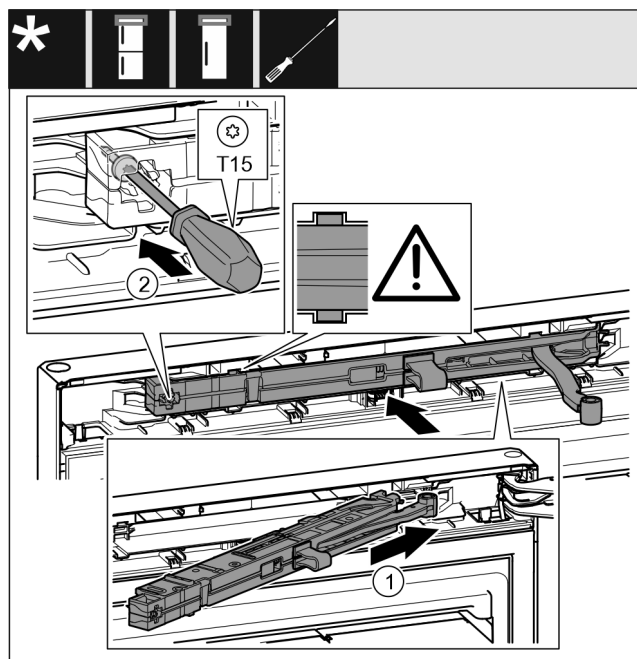

Fig. 24
- ▶ Enoto blažilnikov za zapiranje vrat Fig. 24 (1) na strani ležajnega podstavka potisnite v odprtino do konca.
- ▶ Zategnite vijak Fig. 24 (2) z izvijačem.